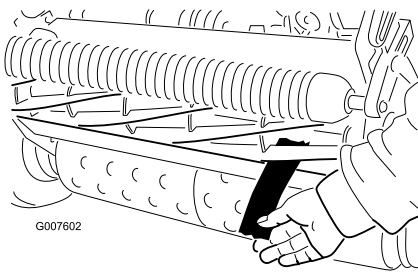

Figure 40
4. À une extrémité de l'avant du cylindre, insérez une longue bande de papier journal entre le cylindre et la contre-lame (Figure 40). Tournez le cylindre lentement en avant tout en tournant la vis de réglage de la barre d'appui dans le sens horaire (du même côté du cylindre), un cran à la fois, jusqu'à ce que le papier soit légèrement pincé lorsqu'il est inséré par l'avant, parallèlement à la contre-lame et résiste donc légèrement quand vous tirez dessus (Figure 39).
6. Vérifiez ensuite si le cylindre peut saisir le morceau de papier inséré par l'avant et le couper lorsqu'il est inséré perpendiculairement à la contre-lame (Figure 40). Normalement, le papier doit être coupé avec un minimum de contact entre la contre-lame et les lames du cylindre. Si le cylindre semble frotter de façon excessive (plus de 0,79 Nm), rodez ou affûtez les lames pour obtenir les bords tranchants nécessaires à une tonte de précision (voir le manuel d'affûtage des cylindres Toro).